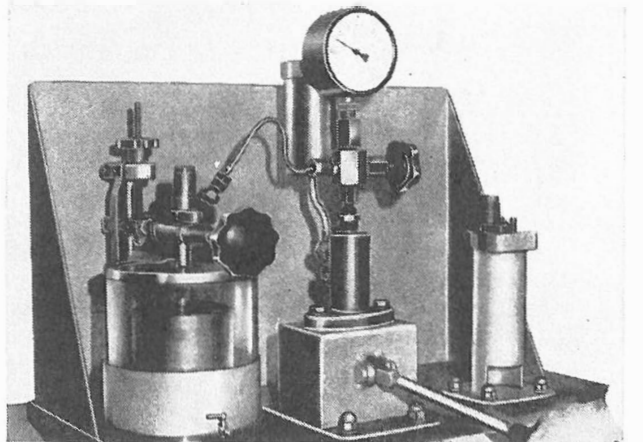

Fig. 46
- Agire sulla pompa a mano (Fig. 46) e controllare che la pressione di iniezione sia $210 \div 220 \text{ kg./cm}^2$.
1. Operate hand pump (Fig.46) and check that injection pressure is $210/220 \text{ Kg/sq cm}$.
- Faire fonctionner la pompe à main (fig.46) et vérifier que la pression d'injection est de 210 ± 20 kg/cm².